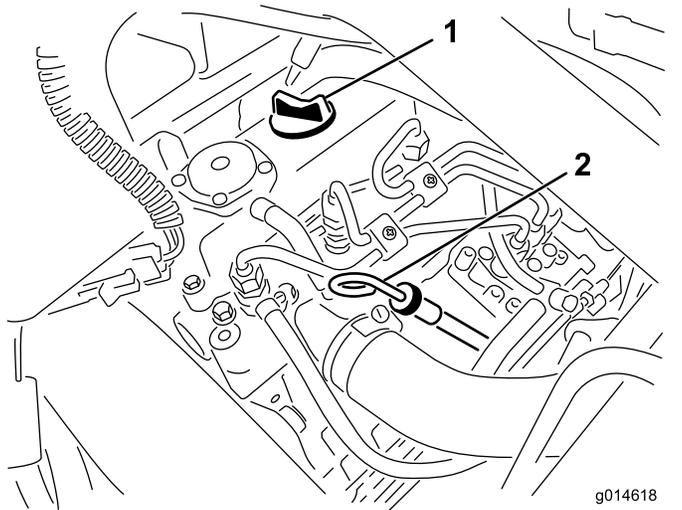

图28
2. 取出量油尺、用干净的抹布擦拭图28。将量油尺插入量油尺管道中、并确保它完全插入。从量油尺管道取出量油尺、查看油位。如果油位较低、请从气门室盖上拆下加油颈盖、然后缓慢添加足够机油、将油位水平提高到量油尺上的 Full 已满标记。在此过程中应缓慢添加机油并不时检查油位。切勿过量添加。